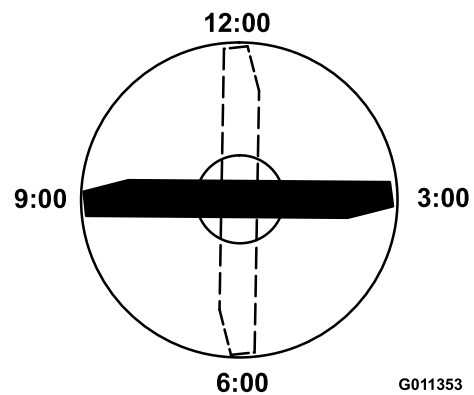

Figure 67
3. Positionnez le tranchant de l'extrémité repérée à la position 12 heures (droit devant dans la direction de la tonte) et mesurez la hauteur de la surface plane au tranchant de la lame (Figure 67).
4. Tournez l'extrémité repérée de la lame aux positions 3 et 9 heures et mesurez les hauteurs respectives (Figure 67).